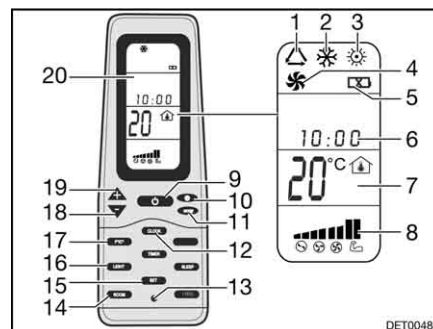

Fig. 208 Télécommande
- Appuyer sur la touche ON/OFF (Fig. 208,9).
- Appuyer sur la touche "Mode" (Fig. 208,11) autant de fois que nécessaire pour que le mode de fonctionnement souhaité (Fig. 208,1, 2, 3 ou 4) s'affiche à l'écran (Fig. 208,20).
- Régler la température désirée à l'aide des touches "+" (Fig. 208,19) et "-" (Fig. 208,18).
- Sélectionner le niveau de ventilation souhaité à l'aide de la touche de vitesse du ventilateur (Fig. 208,10).